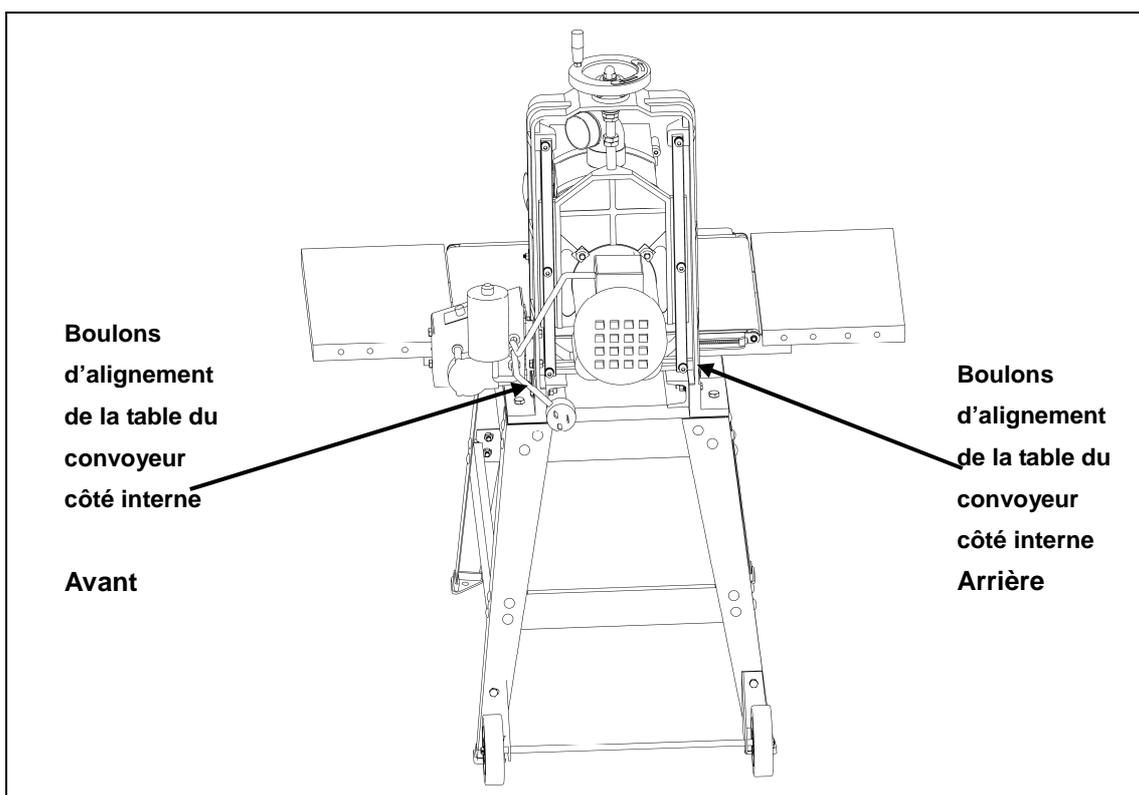

Figure 10
1. Desserrez les deux boulons de réglage avant et arrière comme indiqué sur la Figure 10, permettant ainsi à tout l'ensemble cylindre de pivoter.